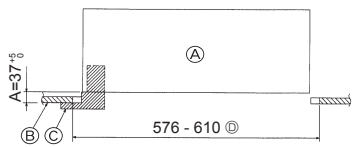
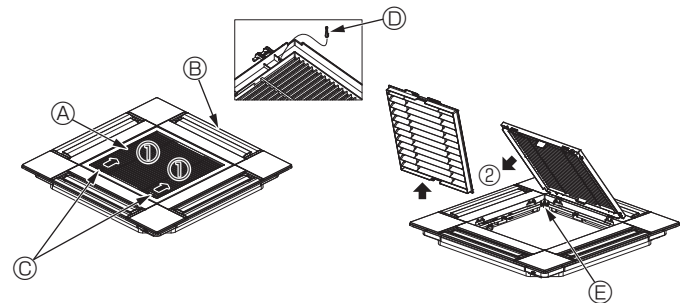
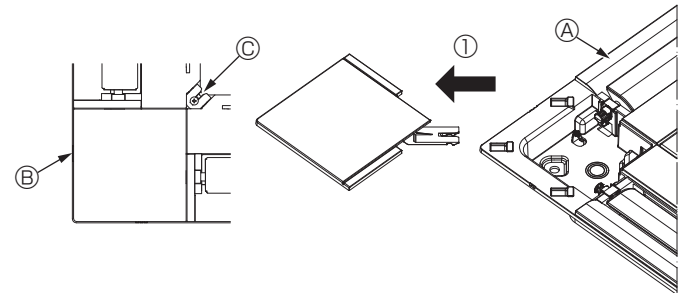

Fig. 5-2
Fig. 5-3
Fig. 5-4
②	Tornillo con arandela	4	M5 × 0,8 × 28 (mm)
③	Calibre	1
④	Cable de enlace para el receptor de señales	1	Se incluye si la unidad dispone del receptor de señales.
⑤	Cable de enlace para el sensor i-See	1	Se incluye si la unidad dispone del sensor i-See.
⑥	Remache	2	Se incluye si la unidad dispone del receptor de señales.
⑦	Remache	2	Se incluye si la unidad dispone del sensor i-See.
⑧	Mando a distancia inalámbrico	1	Se incluye si la unidad dispone del mando a distancia inalámbrico.
⑨	Soporte del controlador remoto	1	Se incluye si la unidad dispone del mando a distancia inalámbrico.
⑩	Pilas LR6 AA	2	Se incluye si la unidad dispone del mando a distancia inalámbrico.
⑪	Tornillos roscados de 3,5 × 16	2	Se incluye si la unidad dispone del mando a distancia inalámbrico.
5.2. Preparación para colocar la rejilla (Fig. 5-2)
- ① Unidad principal
- ② Techo
- ③ Calibre (Accesorio)
- ④ Dimensiones de la abertura del techo
5.2.1. Extracción de la rejilla de admisión (Fig. 5-3)
- Deslice las palancas en la dirección indicada con la flecha ① para abrir la rejilla de admisión.
- Con la rejilla de admisión en posición "abierta", retire la bisagra de la rejilla de admisión de la rejilla tal y como se indica con la flecha ②.
- ① Rejilla de admisión
- ② Gancho de la rejilla
- ③ Rejilla
- ④ Orificio para el gancho de la rejilla
- ⑤ Palancas de la rejilla de admisión
5.2.2. Extracción del panel angular (Fig. 5-4)
- Retire el tornillo de la esquina del panel angular. Deslice el panel angular indicado con la flecha ① para retirarlo.
- ① Rejilla
- ② Panel angular
- ③ Tornillo